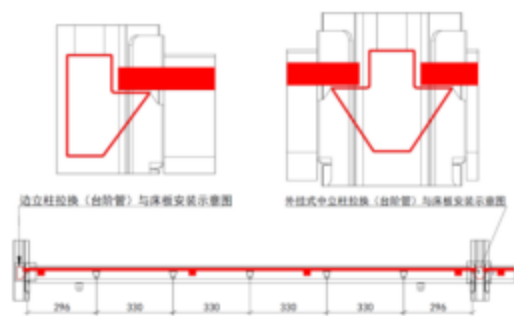

图 2
型材管，材料裸厚度 $\geq 1.0\text{mm}$ ，管材采用优质钢材，经轧压线辊压成型，高频焊接无缝闭口型材管。管材截面设计成直角台阶，当床铺板一端承重时永不踏空（如图 2 示）。
**（3）床尾短横梁：**上床中拉手（中床头护栏）下方短横梁采用 $\geq 55\text{mm} \times 65\text{mm}$  型材管，材料裸厚度 $\geq 1.0\text{mm}$ ，管材采用优质钢材，经轧压线辊压成型，高频焊接无缝闭口型材管。管材截面设计成直角台阶，当床铺板一端承重时永不踏空（如图 2 示，图样为参考示意）。